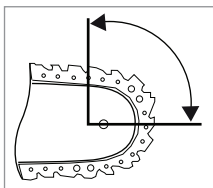

Fig. 1
- Un contact avec la pointe du guide-chaîne peut dans certains cas entraîner une réaction inattendue vers l'arrière, durant laquelle la lame 35 est renvoyée brutalement vers le haut et en direction de l'utilisateur (voir fig. 1).